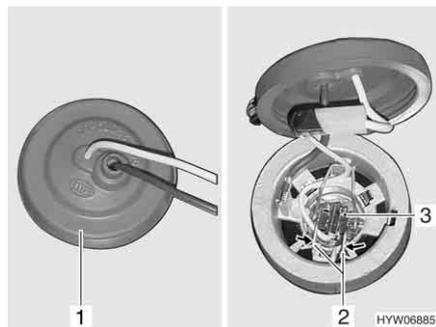

Bild 261 Nebelscheinwerfer
- Hinter den Nebelscheinwerfer greifen und Gummikappe (Bild 261,1) vom Lampengehäuse ziehen.
- Metallbügel (Bild 261,2) zusammendrücken und aus der Halterung schwenken.
- Glühlampe (Bild 261,3) mit Kabel aus dem Lampengehäuse entnehmen.